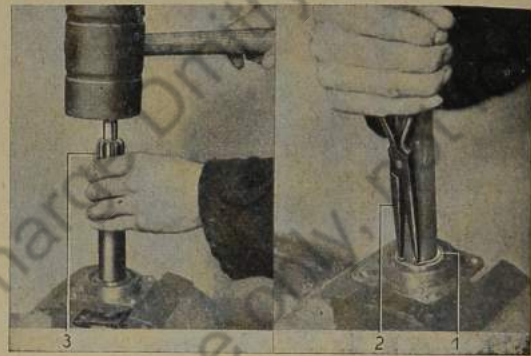

Bild 196: Kupplungswelle aus Hochschulterkugellager herausschlagen
5. Kupplungswelle mit Holzhammer aus dem Kugellager herausschlagen (Bild 196).